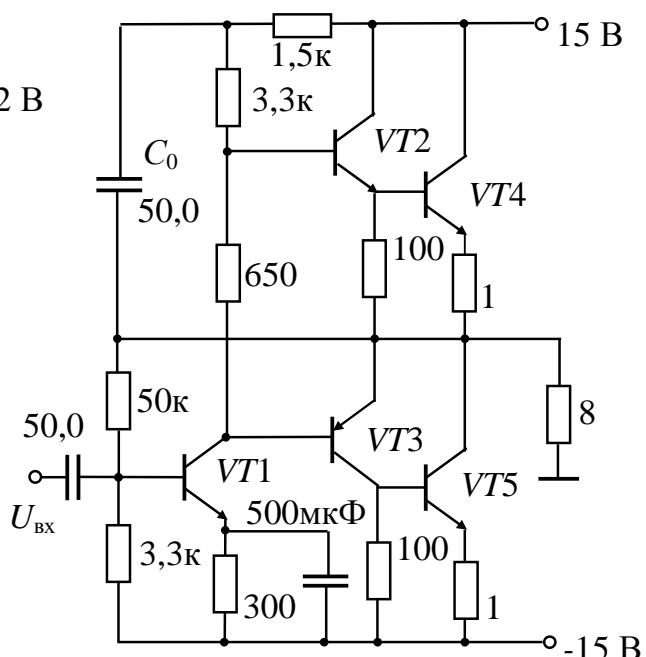

Рис. 2
3. Для выходного каскада с двухполярным источником питания (рис. 2):